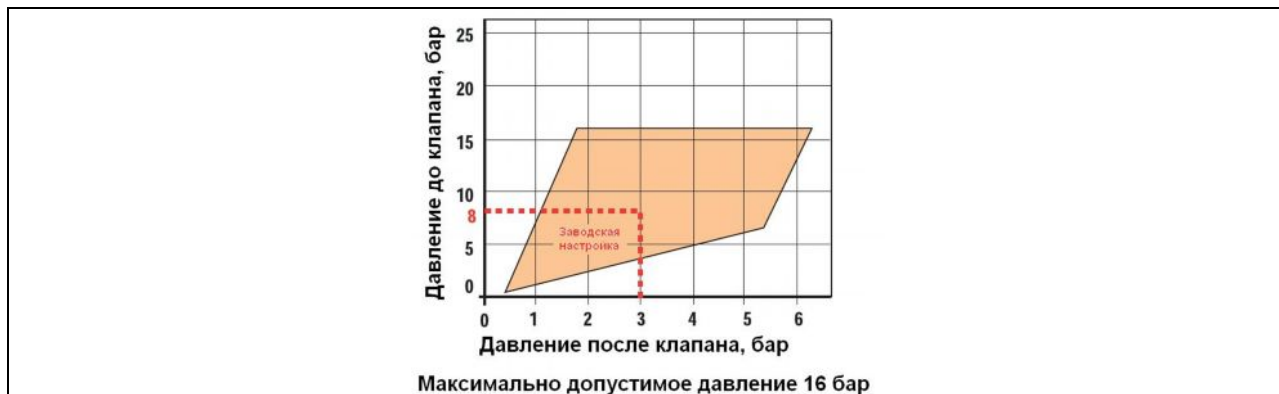

Рис. 2 Область применимости клапанов типа 7 bis в зависимости от давления до клапана и требуемого давления после клапана
1. Проверить применимость по давлению до и требуемому давлению после клапана (рис. 2)
1. Проверка применимости по давлению до и требуемому давлению после клапана (рис.2)
Давление до клапана - 8 бар; Давление после клапана – 3 бара. Рабочая точка, соответствующая указанным давлениям лежит внутри области применимости (рис.2)